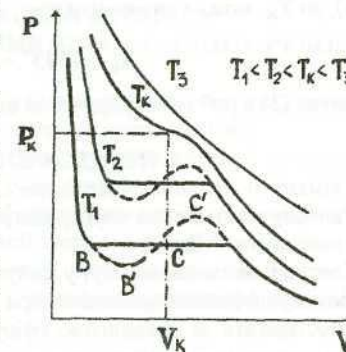

Рис. 18.
Для різних газів поправки  $a$  і  $b$  різні за значенням. На рис. 18 показані ізотерми реального газу для різних значень температур. Суцільні криві відповідають експериментальним, а криві з пунктирними ділянками  $BB'CC'$  – теоретичним ізотермам. З графіків видно, що з підвищенням температури горизонтальна ділянка ізотерми  $BC$ , яка відповідає двофазовому стану речовини (рідина + насичена пара), зменшується, стягуючись при критичній температурі  $T_K$  в точку, і дві фази речовини стають нерозрізнюваними. Цій точці відповідають параметри  $T_K$ ,  $P_K$ ,  $V_K$ , які визначають критичний стан речовини. Критичні параметри речовини  $T_K$ ,  $P_K$ ,  $V_K$  можна визначити, розв'язавши рівняння (1):